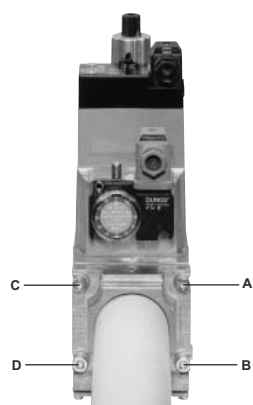
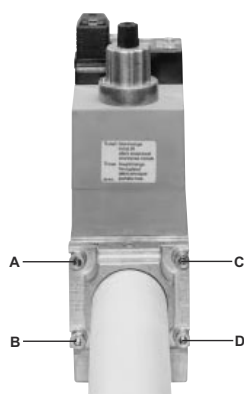

Рис. 2
Рис. 3
1. Расслабить винты A и B, но **не снимать** их (Рис. 2 и Рис. 3)
2. Отвинтить винты C и D (Рис. 2 и Рис. 3)